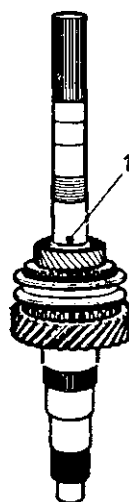

Рис. 6.25. Установка шарика:
7. Установите шестерню 47 с зубчатым венцом 46 5 передачи и вставьте шарик, как показано на рис. 6.25.